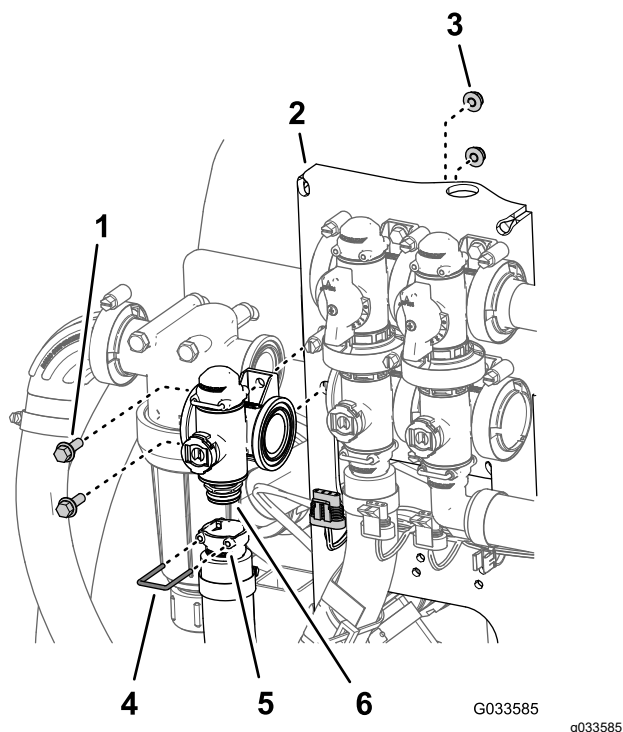

Figura 114
2. Îndepărtați opritorul care fixează fittingul de ieșire la cuplajul colectorului pentru supapa de control al ratei (Figura 114).
- Îndepărtați cele 2 uruburi cu guler ($\frac{1}{4} \times \frac{3}{4}$ ") i cele 2 contrapiulie cu guler ($\frac{1}{4}$ ") care fixează supapa de control al ratei la suportul de montare a supapei i îndepărtați colectorul supapei de la mână (Figura 114).